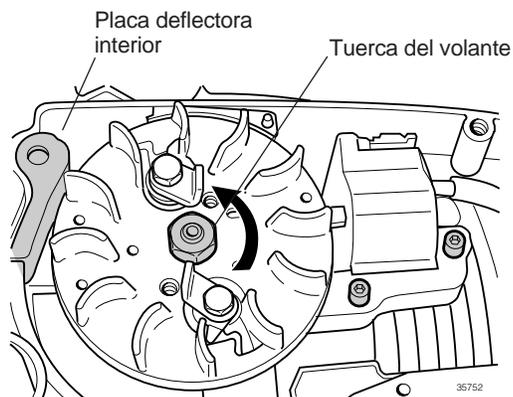

Figura 13.9 Retirar la Tuerca del Volante
- Paso 1.** Insertar un tope apropiado del pistón en el agujero de la bujía y luego usar una llave de 14 mm para retirar la tuerca del volante con sentido contrario a las agujas del reloj. (Figura 13.9)